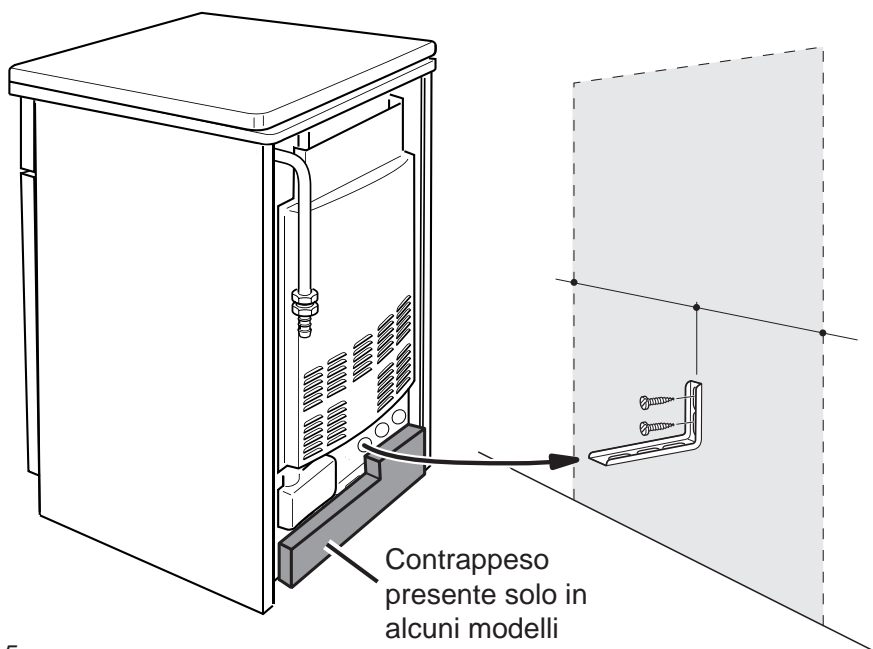

Fig. 1.5
4. Avvicinare la cucina alla parete e regolare l'altezza della staffa antiribaltamento in modo che possa inserirsi nella fessura sul retro della cucina, come mostrato in fig. 1.5.